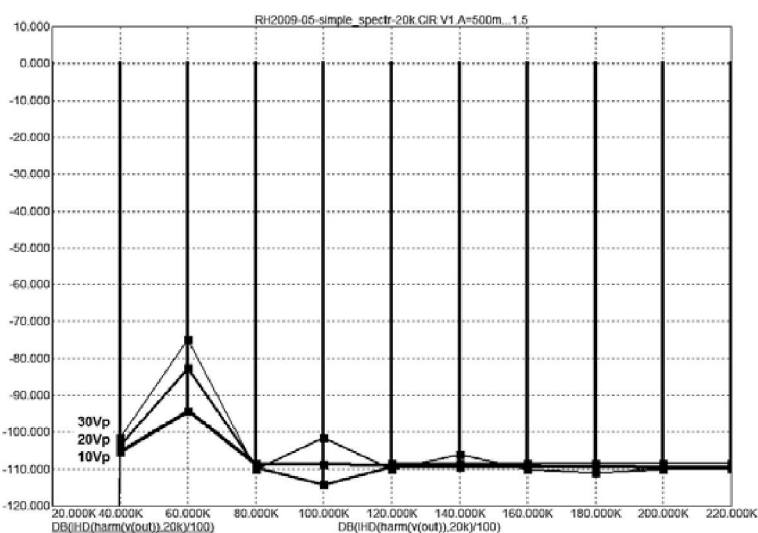

Рис.6
Проверим с помощью пилообразного сигнала уровень вносимых искажений, **рис.5**. Сигнал частотой 10 кГц предварительно пропущен через фильтр НЧ с частотой среза 160 кГц. На третьем графике представлен результат вычитания выходного сигнала из приведенного по уровню к выходному входного. В идеальном случае был бы просто меандр амплитуда которого зависит от tPD. Четвертый график представляет собой результат вычитания выходного сигнала из задержанного на время tPD приведенного к выходному входного. Из этого графика видно, что на вершинах сигнала имеет место симметричное компрессирование сигнала. Чтобы в этом убедиться снимем спектр сигнала частотой 20 кГц (**рис.6**).
Из **рис.6** видно что высшие гармоники начиная с 4-й и выше имеют уровни ниже 100 дБ при лю-
1. В результате упрощения схемы УН снижен спектр высших гармоник примерно на 30 дБ (рис.6).